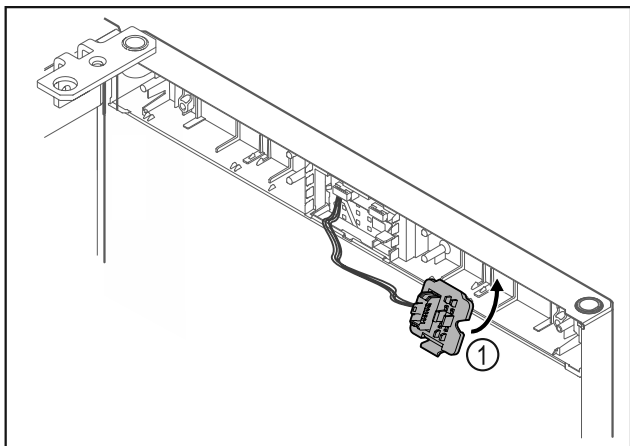

Fig. 15
- ▶ Fikseerige pistikuhoidik Fig. 15 (1) vastasküljel.